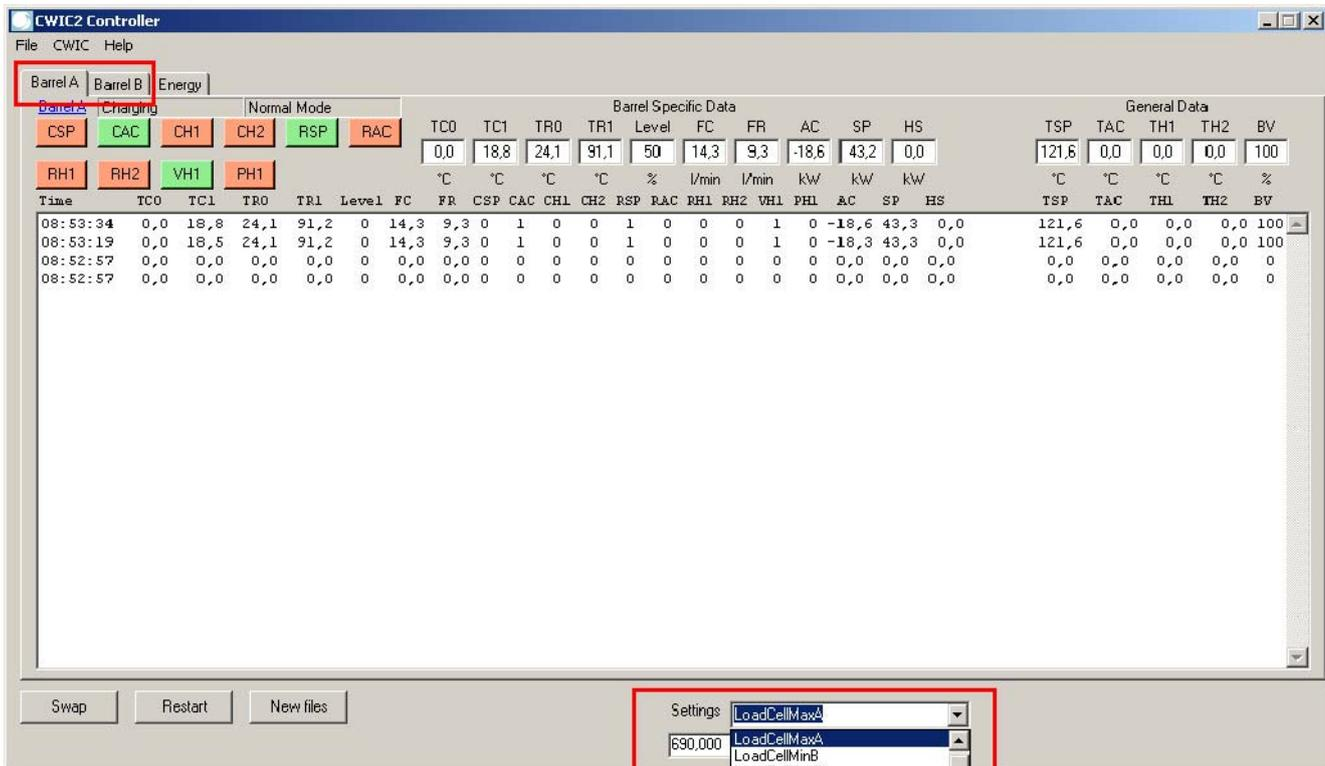

Fig 45. impostare parametri trasduttore.
- Trovare i valori max e min e inserire i parametri valore in "LoadCellMaxA" e "LoadCellMinA" in CWIC. Vedere fig. 45.